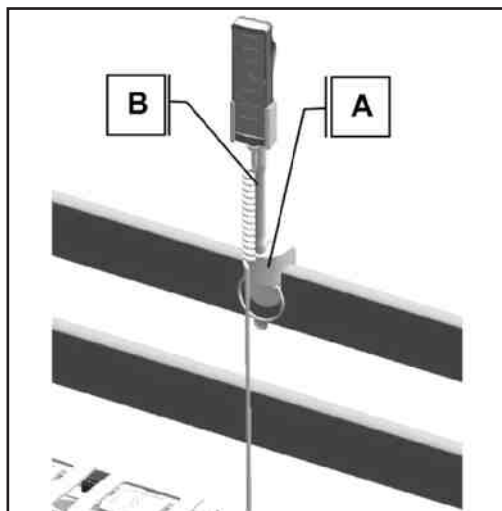

Fig. 35
El soporte del mando (B) permite colocarlo al alcance del paciente. Se coloca en la sujeción para accesorios (A) (v. fig. 35).
El soporte del mando (B) permite colocarlo al alcance del paciente. Se coloca en la sujeción para accesorio correspondiente (A) (v. fig. 35/36).
- Barandilla lateral (v. fig. 35)